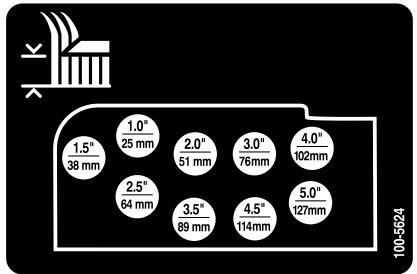

Figure 25
10. Montez les chaînes de hauteur de coupe dans le trou correspondant à la hauteur de coupe voulue à l'aide de l'axe de chape et de la goupille fendue 'Figure 25).